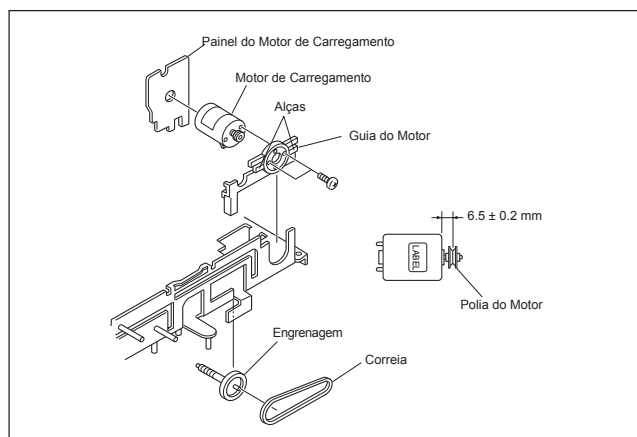

Fig. 2-2-7a
- (1) Remova a correia ao redor da polia da engrenagem sem-fim.
- (2) Abra as duas travas do guia do motor e remova o motor de carregamento, o painel do motor de carregamento e guia do motor todos juntos.
- (3) Ao substituir o Painel do motor de carregamento, preocupe-se com a orientação do motor de carregamento. (Instale-o de forma que o rótulo de motor de carregamento fique voltado para cima.)
- (4) Quando a polia de motor for substituída, ajuste-a para as medidas indicadas na Fig.2-2-7a.